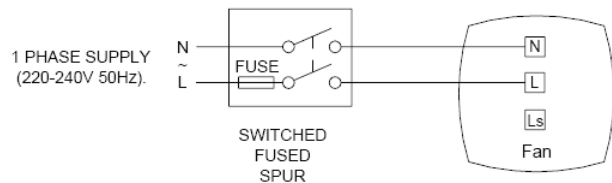

Fig.2 – Basic VASF100B
1. Válasszuk ki és kövessük a ventilátornak megfelelő bekötési módokat. (Fig2 vagy 3)
1. **Alacsony fordulat:** a motor bekötése az 1-es terminálon történik és áthidalás van a 2-3 pontok között. Csatlakoztassuk a N – nullát és a L – fázist (Fig2.)
2. **Magas fordulat:** Távolítsuk el az áthidalást és kössük a motort a 3 terminálra. Csatlakoztassuk a N-nullát és a L-fázist. (Fig2.)